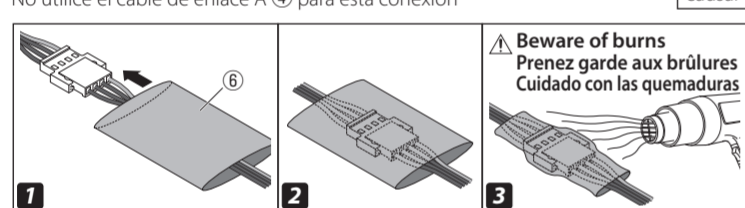

Fig. 3 / Figura 3
1. Pass 2 heat shrink tubes (6) onto the link cable (B).
2. Connect the link cable (B) to the left and right speakers.
3. Put the heat shrink tube (6) over the connection area of the connector. Apply heat with a heat gun or similar to shrink the tube and protect the connector from moisture, etc. (Refer to Fig. 3).
1. Passez 2 tubes thermorétractables (6) sur le câble de liaison B (5).
2. Connectez le câble de liaison B (5) aux haut-parleurs gauche et droit.
3. Placez le tube thermorétractable (6) sur la zone de connexion du connecteur. Appliquez de la chaleur avec un pistolet thermique ou similaire pour rétrécir le tube et protéger le connecteur de l'humidité, etc. (Se référer à la Fig. 3)